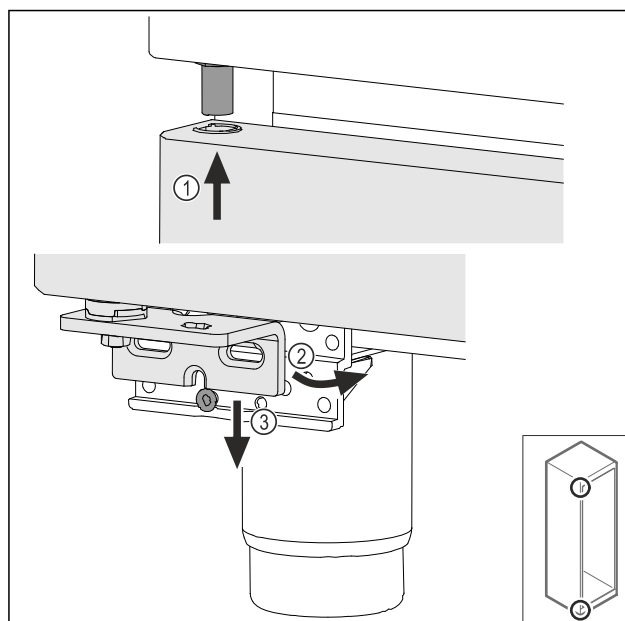

Fig. 39
- ▶ Lehce naklonená dvířka zasuňte nahoře Fig. 39 (1), dvířka narovnejte Fig. 39 (2) a nasadte je dole na šroub stojanu ložiska Fig. 39 (3).